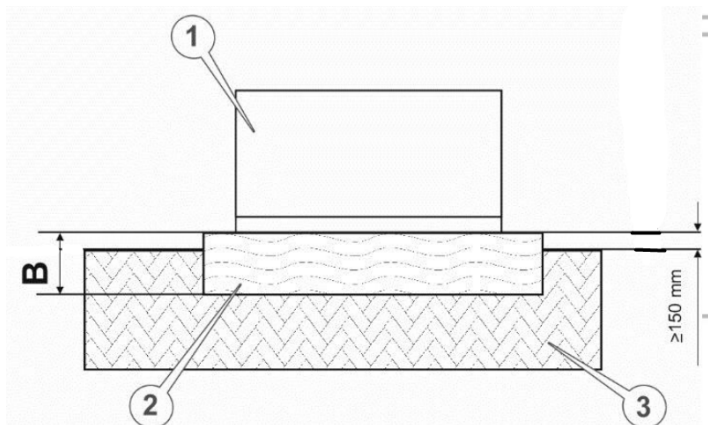
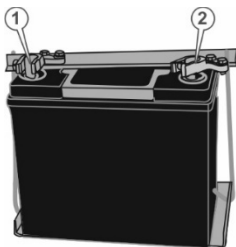

Рисунок 10. Схема улаштування фундаменту для генераторів.
Рисунок 11. Схема фіксації акумулятора виробу.
2. Дотримуючись полярності, під'єднати силові кабелі до клем акумуляторної батареї: спочатку червоний – до клем «+» (2, рис. 10), а потім чорний «маса» – до клем «-» (рис. 11).